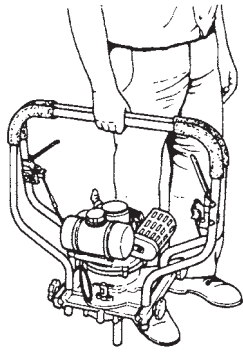

Fig. 13
- 1) Handtagsstängerna kan användas som bärhandtag, om de fälls ihop. (Fig. 13)